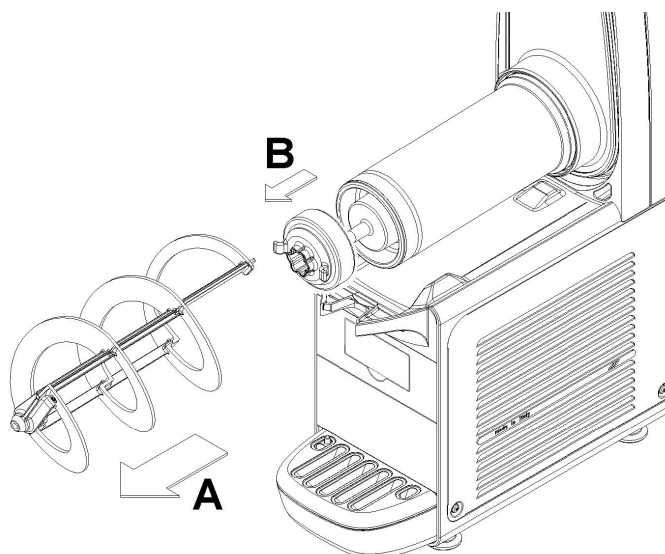

figure 9
**3** Ôter le mélangeur en l'extrayant du cylindre d'évaporation. Enlever ensuite le joint hexagonal (voir figure 9).